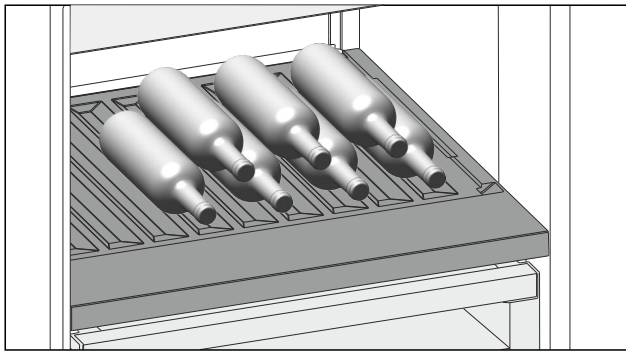

Fig. 122
- ▶ Flessen met de bodem naar achteren tegen de achterwand plaatsen. (zie Fig. 122)